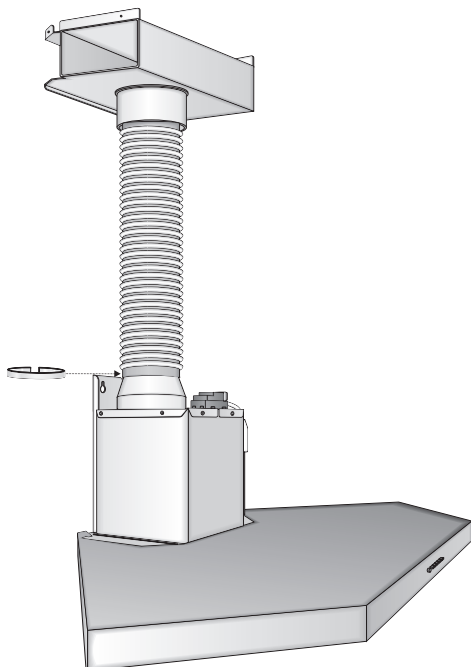

Fig. 11
- Enfiler la cheminée télescopique à l'intérieur de la cheminée télescopique inférieure (Fig.11)